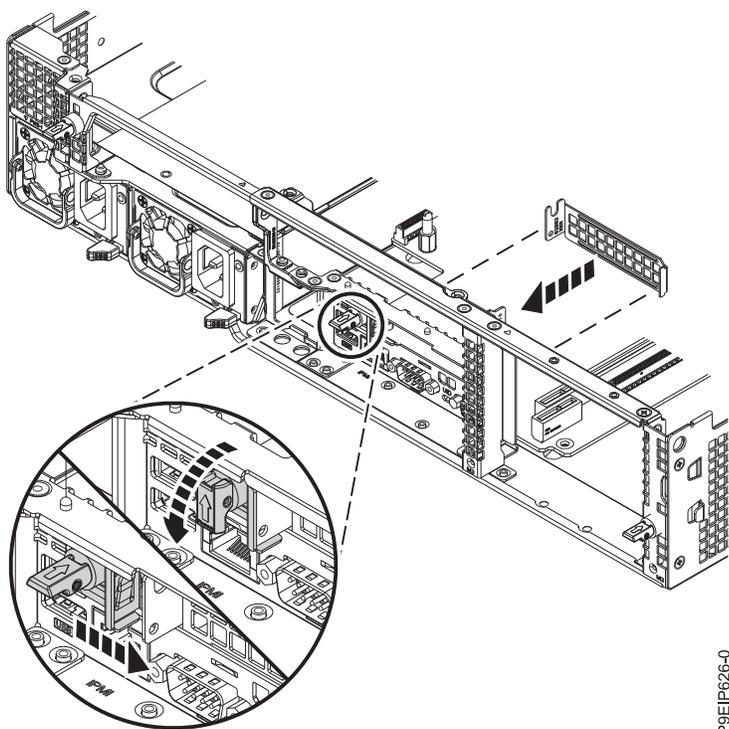

図 57. テール・ストック保持器具を閉位置にスライド
- d. 保持ドアをテール・ストックに当たるまでスライドさせて閉じ (54 ページの図 57 を参照)、保持ピンを再セットします。